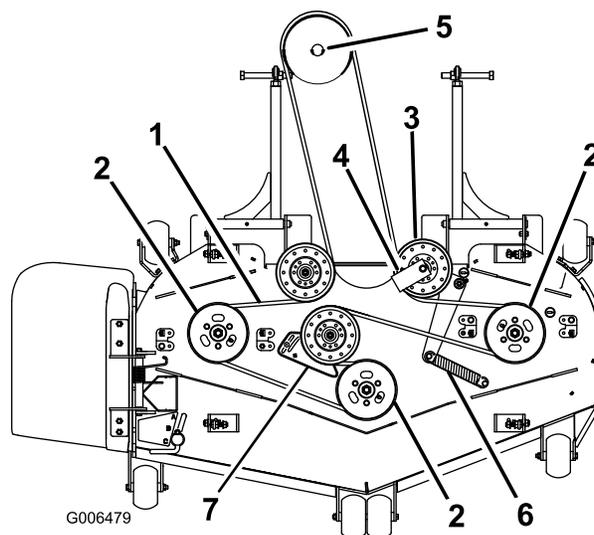
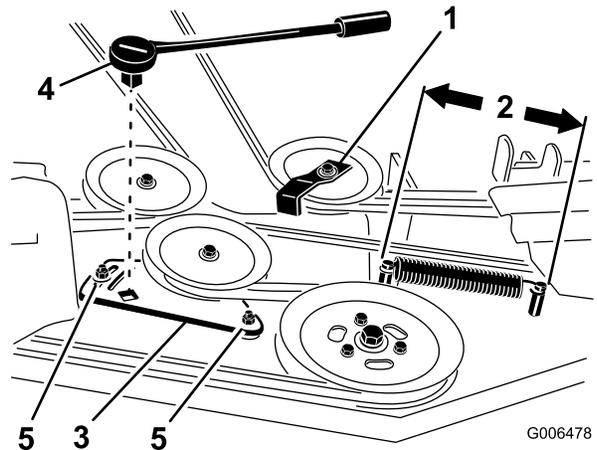

Figura 82
Figura 84
6. Para cortacéspedes de 183 cm, afloje los pernos que sujetan la chapa de la polea tensora (Figura 84).
8. Retire la guía de la correa de la polea tensora a resorte, según se muestra en Figura 82 y Figura 84.
10. Pase la correa nueva alrededor de las poleas del cortacésped y de la polea de la caja de engranajes, debajo del motor (Figura 82).
11. Instale la guía de la correa en la polea tensora a resorte con un ángulo de 45 grados, como se muestra en Figura 82 y Figura 84. Apriete el perno a 37–45 N·m.
12. Instale el muelle tensor en los dos postes (Figura 82 y Figura 84).
4. Mida la longitud del muelle (Figura 84). Si la longitud del muelle es de 25,4 cm a 26 cm entre los postes, no se necesita ningún ajuste.
5. Afloje los pernos que sujetan la chapa de la polea tensora (Figura 84).
6. Introduzca una llave de carraca en el taladro cuadrado de la chapa de la polea tensora del cortacésped para ajustar la tensión (Figura 84).
7. Gire la llave de carraca para desplazar la chapa de la polea tensora hasta obtener una distancia de 25,4 cm a 26 cm entre los postes, según se muestra en Figura 84.
8. Manteniendo la tensión de la correa y la longitud del muelle, apriete los pernos que fijan la chapa de la polea tensora (Figura 84).